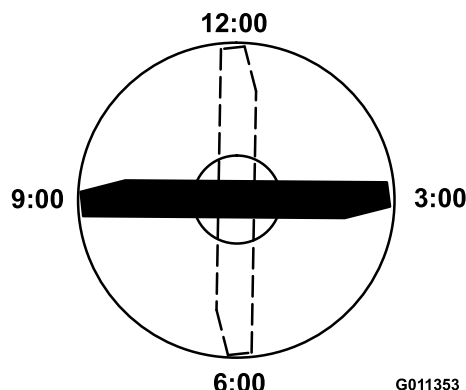

Рисунок 99
прямо по направлению скашивания) (Рисунок 99) и измерьте высоту от стола до режущей кромки ножа.
5. Поверните отмеченный конец ножа в положения «3 часа» и «9 часов» (Рисунок 99) и измерьте значения высоты.